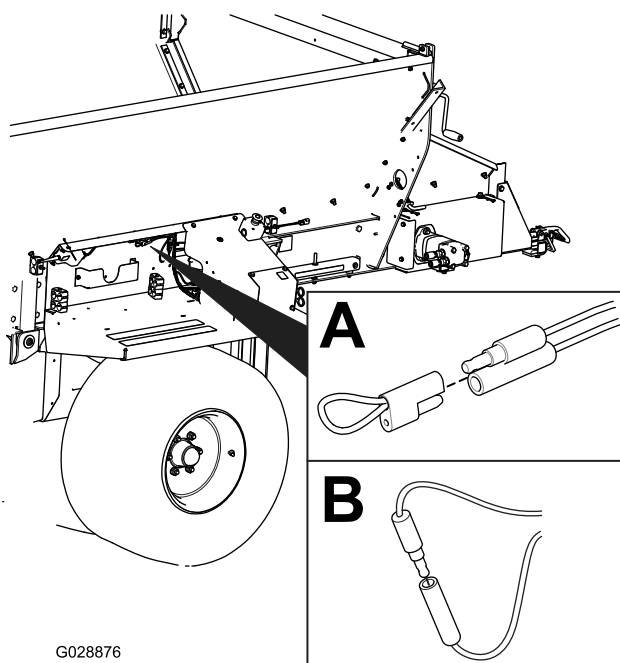

Figura 32
2. Tirate via il cappuccio fisso dei 2 connettori di derivazione di diagnostica (Figura 32, A).
3. Collegate i connettori di derivazione di diagnostica tra loro (Figura 32, B).
2. Scollegate i connettori di derivazione di diagnostica (Figura 32, B).
3. Premete il cappuccio fisso sui 2 connettori di derivazione di diagnostica (Figura 32, A).